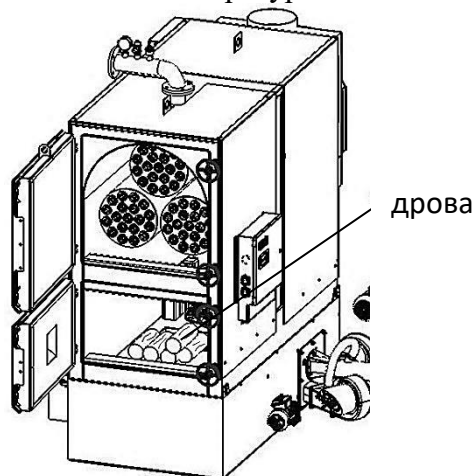
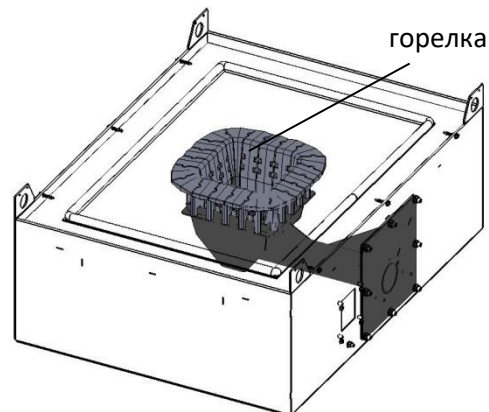

Рис. 29
Рис. 30
- 3.2.4** Закрыть горелку крышкой (рис. 30.) (если она предусмотрена производителем). И положить дрова в топку котла (см рис. 29). **Запрещается помещать дрова в чашу горелки!!!**